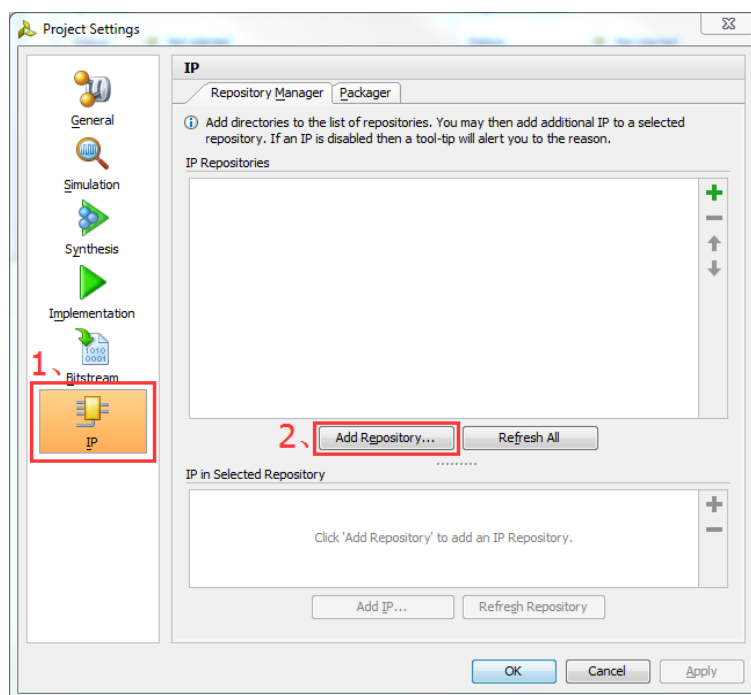

图 2-7 IP 设置
2) 在 **Project Setting** 界面中, 如图 2-7, 选择 **IP** 选项, 进入 IP 设置界面。点击 **Add Respository...**, 添加本工程文件夹下的 **IP_Catalog** 目录: